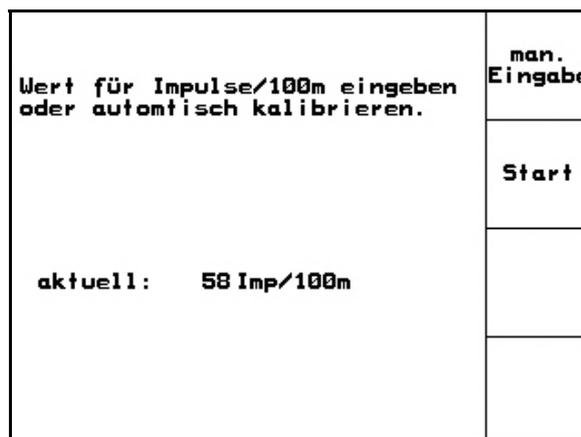

Fig. 32
-  el valor se conoce (véase Fig. 32) y se introduce en AMATRON+ de forma manual.